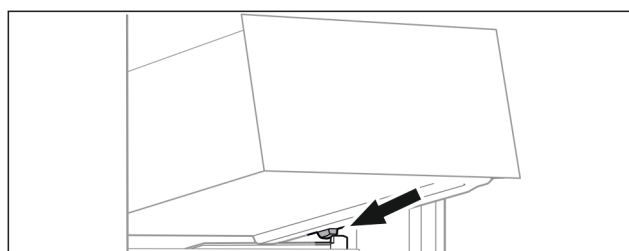

Fig. 71
- Placer le tiroir, en l'inclinant, derrière les butées sur la nervure de récipient. (voir Fig. 71)